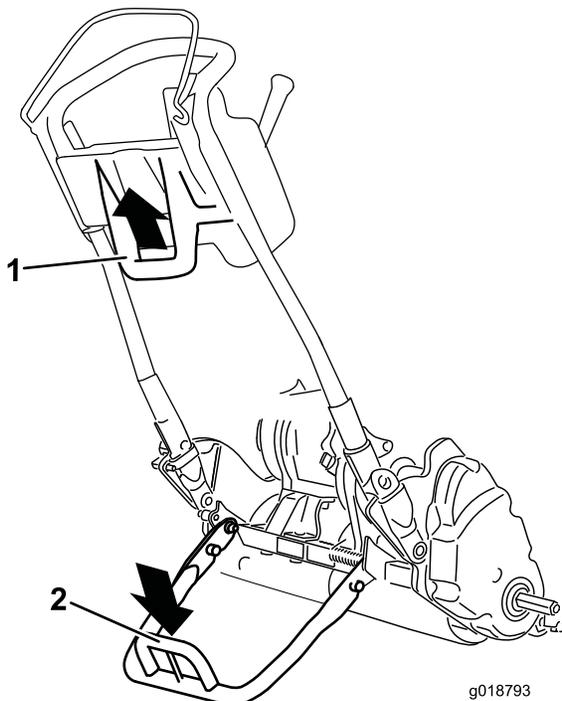

Figura 24
- Para utilizar o apoio para instalar as rodas de transporte, baixe-o para o solo e pise no aro do apoio enquanto puxa para cima e para trás a pega central inferior da máquina (Figura 24).